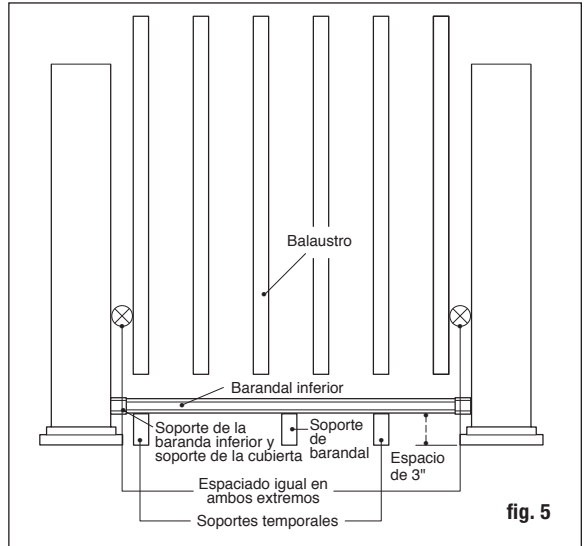

fig. 5
Paso 6 Mida la distancia entre las coberturas de poste instaladas para determinar la longitud de los barandales superior e inferior. Posicione el barandal inferior al lado de los postes y ajústelo de modo que la distancia entre el primer agujero de balaustre y el poste sea mayor a 5.1 cm (2 pulg.) e igual en ambos extremos (consulte la fig. 5). Marque el barandal inferior. Corte el barandal superior con el mismo espaciado y longitud.
Paso 8 Coloque las cubiertas de soportes del barandal lineal y los soportes lineales en los extremos del barandal inferior. Instale el soporte de barandal y sostenga el barandal inferior entre los postes con bloques cortados a la medida. Revise el nivel del barandal. Usando el soporte lineal como guía, marque las posiciones de los tornillos en la cobertura del poste y en el barandal en ambos extremos. Pretaladre agujeros guía de .32 cm (1/8 pulg.) a través de la cobertura de poste y del barandal. Sujete el soporte lineal a la cobertura del poste usando cuatro tornillos cuadrados de cabeza cilíndrica #8 - 15 x 2" - #2 y luego sujete el soporte lineal al barandal usando dos tornillos cuadrados autorroscantes de cabeza cilíndrica #10-16 x 3/4" - #2 (fig. 5).